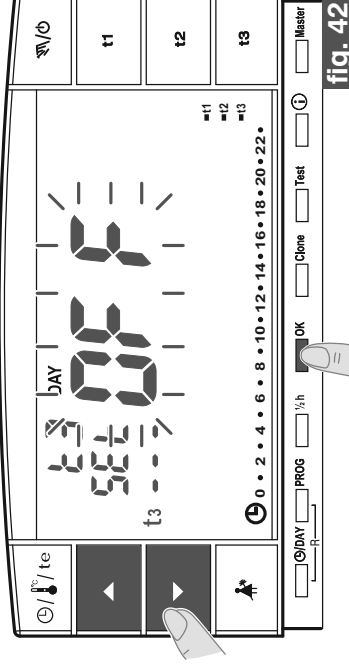

fig. 42
- Agendo sui tasti   cambiare lo stato della funzione (fig. 42).